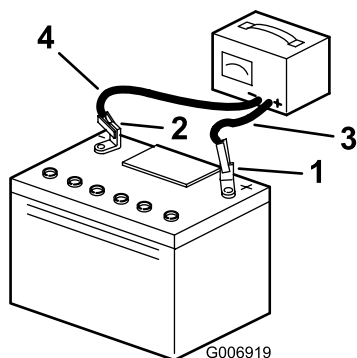

Figure 30
5. Débranchez les câbles du chargeur des bornes de la batterie (Figure 30).